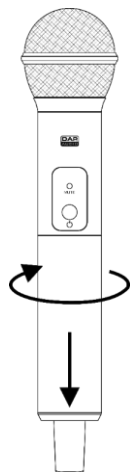

Fig. 06
- 01) Ruotare il coperchio della batteria in senso orario per allentarlo. Togliere il coperchio della batteria (Fig. 06).